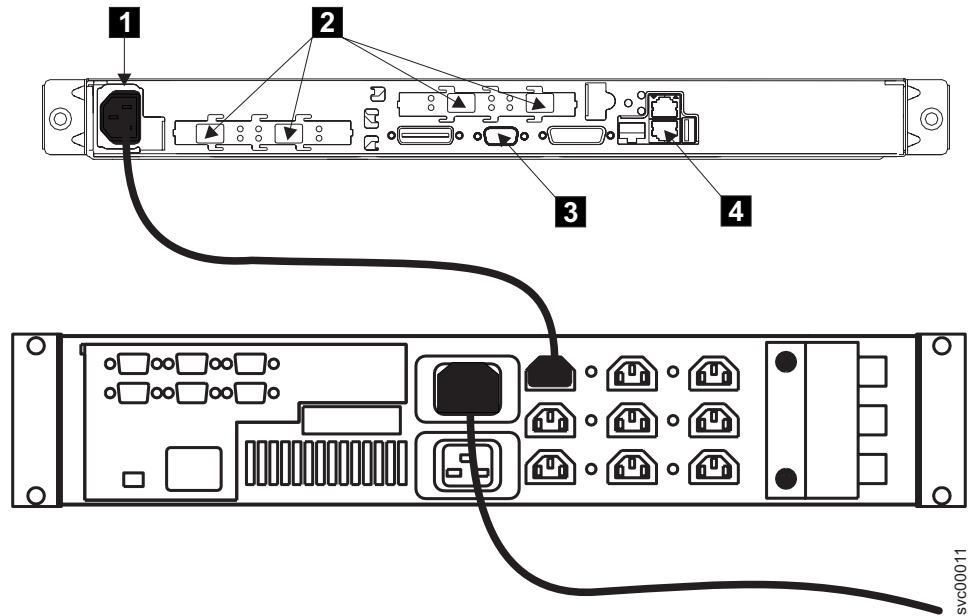

図3. SAN ボリューム・コントローラー 2145-4F2 および 2145 UPS 用の電源ケーブルとシグナル・ソケット
- 電源ケーブルが 2145 UPS に差し込まれていることを確認する。また、電源ケーブルのもう一方の端が 2145 UPS からラック内の配分点に接続されていることを確認する。 xxxix ページの図3 は、SAN ボリューム・コントローラー 2145-4F2 および 2145 UPS 用のコネクタを示しています。電源ケーブル・コネクタは図中では **1** と示されています。